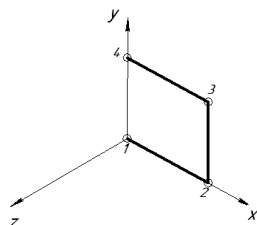

Рис. 16
1. Выбрать ориентацию «изометрия (x, y, z)», в дереве моделей выбрать Плоскость ZY, создать эскиз 1 (окружность с центром в начале координат и диаметром 20мм), закрыть эскиз 1 (рис. 16.)